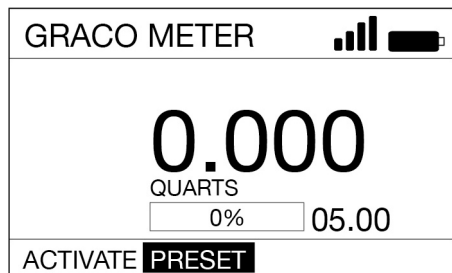

Fig. 32
3. Utilice la FLECHA DERECHA para resaltar PRESET (H) en la pantalla. Pulse el botón INTRO para seleccionar PRESET (Fig. 32).